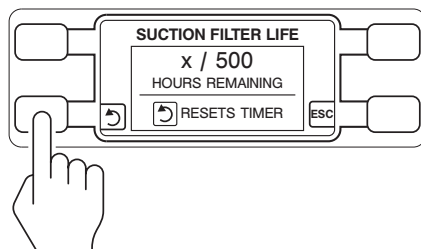

図6 - タイマー数値のリセット
5. SUCTION FILTER LIFE画面が表示されます。表示ボタン (RESETS TIMER (タイマーのリセット)) を押して、フィルタ寿命の現在値を500 hours (500時間) に変更します (図6)。